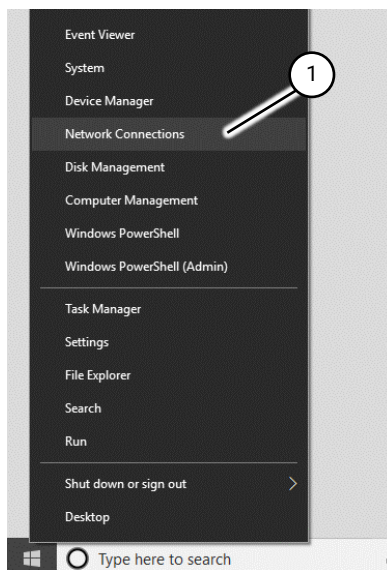

Fig 39 Connexions Réseau
1. Cliquez avec le bouton droit de la souris sur l'icône du menu Démarrer et sélectionnez "Connexions Réseau" (Fig 39 (1))